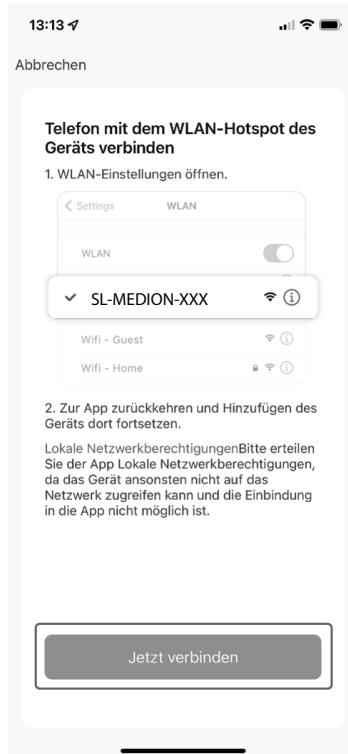

Abb. 6
- Klicken Sie in der Anzeige unten auf **JETZT VERBINDEN** (s. Abb. 6).